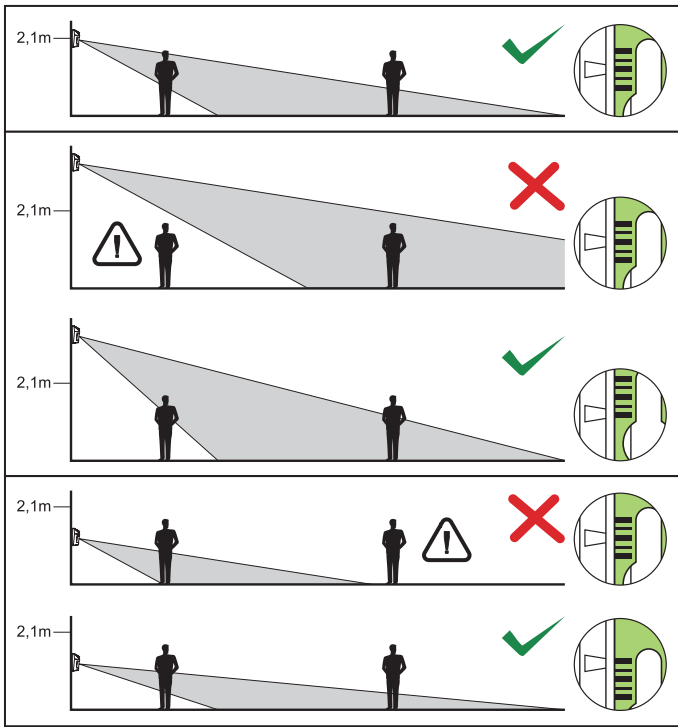

Рис. 4. Влияние высоты монтажа на охраняемую зону и способ позиционирования пироэлемента по отношению к линзе с целью оптимальной установки.
6 – шкала для позиционирования пироэлемента относительно линзы (см. Таб. 2 и Рис. 4).
6. Закрепите плату электроники, учитывая высоту монтажа извещателя (см. Таблица 2 и Рис. 4).